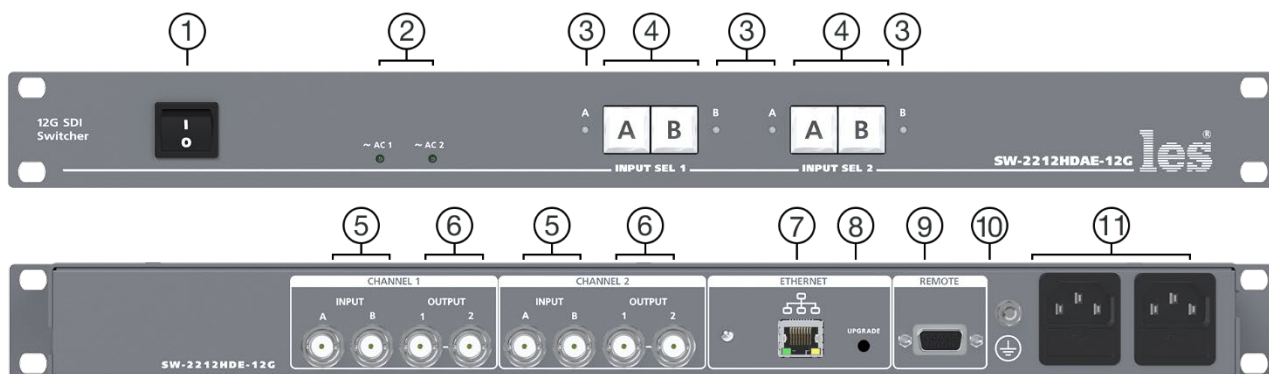

Рисунок 1
2. Подключите клемму заземления, расположенную на задней стенке, к общей шине заземления (рисунок 1, позиция 10).
5. Подключите шнуры питания к разъёмам IEC C14 (рисунок 1, позиция 11). Обратите внимание на то, что третий провод сетевого шнура используется для заземления корпуса (защитное заземление), которое рекомендуется делать единым для всего комплекса аппаратуры.
Земли входных и выходных разъёмов соединены вместе, присоединены к контакту РЕ блоков питания, корпусу прибора и клемме заземления (рисунок 1, позиция 10).